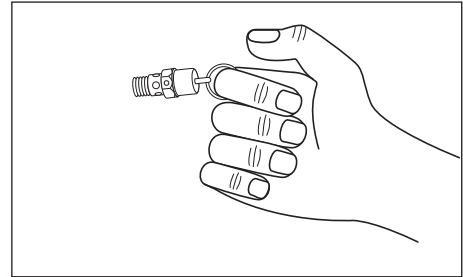

Figura 3 - Válvula de Seguridad ASME
2. Usando gafas de seguridad, jale el anillo de la válvula de seguridad (ver Figura 3) para liberar presión del tanque del compresor. Use su otra mano para desviar el aire a alta velocidad y evitar que se dirija hacia su cara.